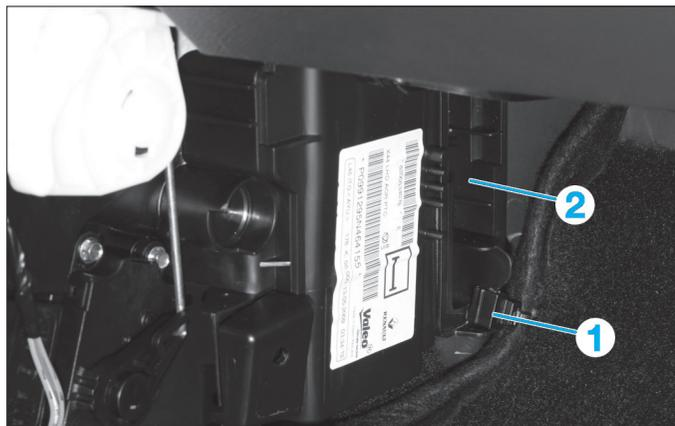

Fig. 2
- Défaire l'agrafe (1) du filtre d'habitacle (2) (Fig.2).